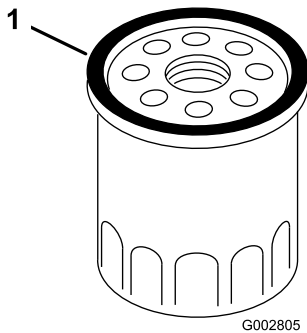

Figure 28
7. Avec les doigts, appliquez de l'huile sur le joint du nouveau filtre (Figure 28).